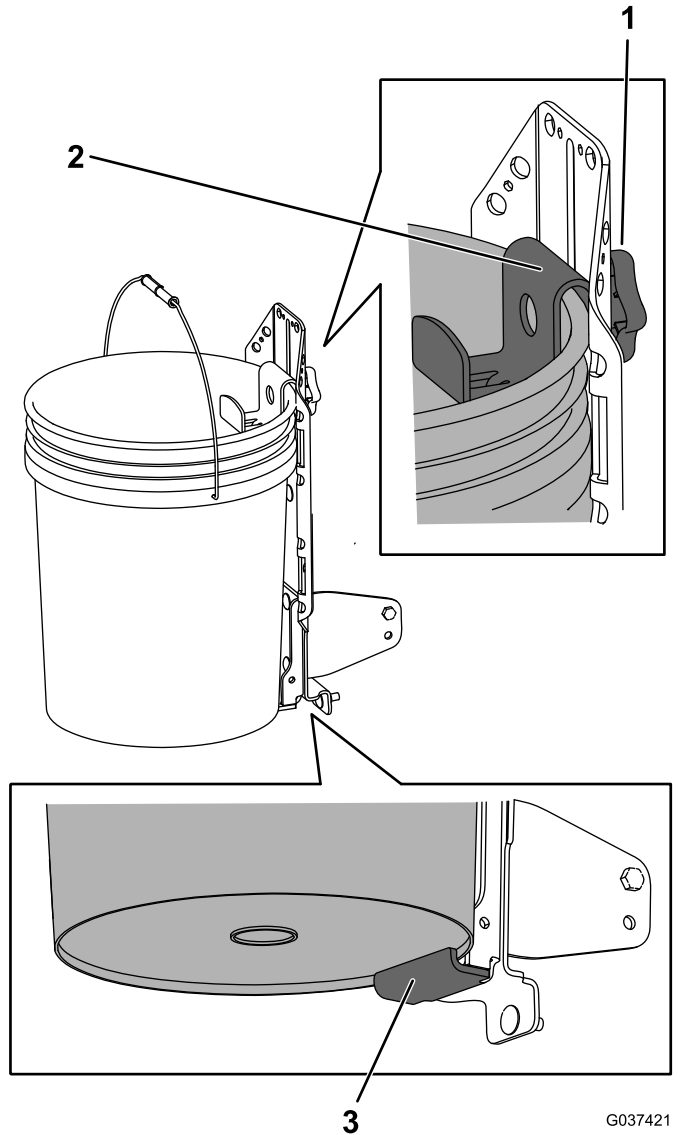

Figura 18
1. Afloje el pomo y eleve el soporte superior. Apriete el pomo para sujetarlo en su posición (Figura 18).
2. Si ha retirado el soporte de bisagra, coloque el borde inferior del cubo sobre el saliente inferior del soporte soldado (Figura 18).
3. Afloje el pomo y baje el soporte superior al máximo sobre el borde del cubo. Apriete el pomo (Figura 18).